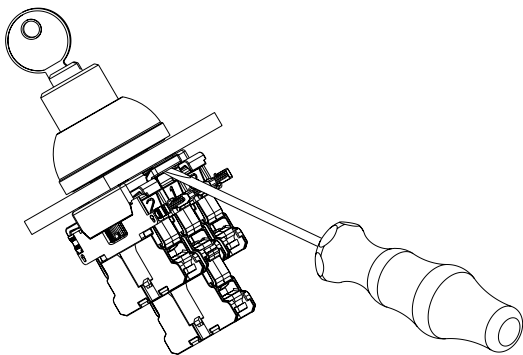

Abb. 4
1. Demontage des Kontakthalters vom Montageflansch (siehe Abb. 4): Schraubendreher in die Rastnase des Montageflanschs setzen. Durch leichtes Bewegen des Schraubendrehers in Richtung des Kontaktelementes wird die Rastnase nach außen gedrückt. Hierdurch löst sich der Kontakthalter vom Montageflansch. Dieser Vorgang ist auf der gegenüberliegenden Seite zu wiederholen.